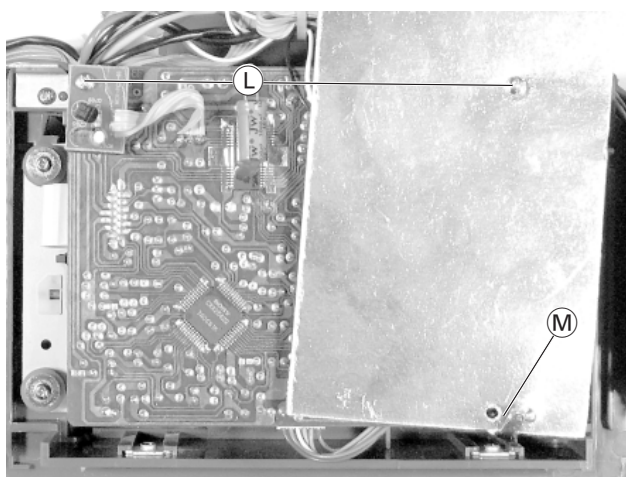
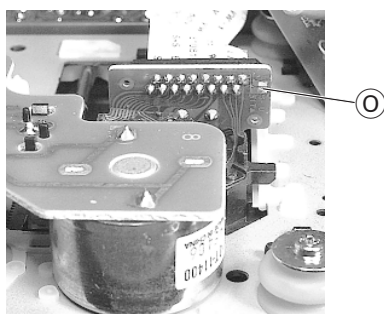

Fig. 6
Fig. 7
- 2 Schrauben ① herausdrehen (Fig. 6).
- Abschirmung hochbiegen und Schraube ② herausdrehen.
- Sicherungslötstelle ③ (Fig. 7) des Lasers kurzschließen, dabei Steckverbinder nach Bedarf öffnen.
- Undo 2 screws ① (Fig. 6).
- Bend the protective screen up and undo screw ②.
- Short-circuit the safety solder tag ③ (Fig. 7) of the laser, unplug the connector if necessary.